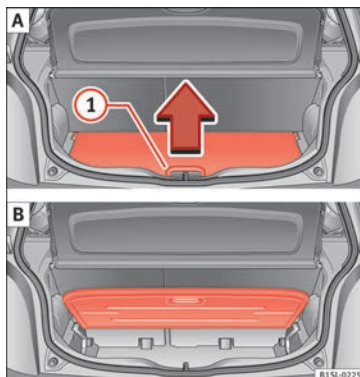

Fig. 138 A: aprire il piano variabile del bagagliaio. B: piano variabile del bagagliaio sollevato.
- Per *sollevare* il piano, sollevare la leva » **fig. 138 1** nel senso della freccia e tirare completamente il piano verso l'alto » **fig. 138 B**.